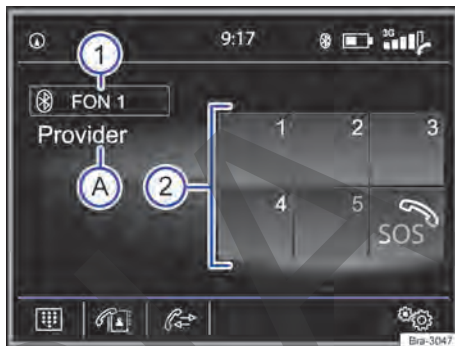

Fig. 179 Menú principal PHONE.
Los favoritos (teclas de marcado rápido) → fig. 179 ① pueden ocuparse con una entrada de la lista de contactos.